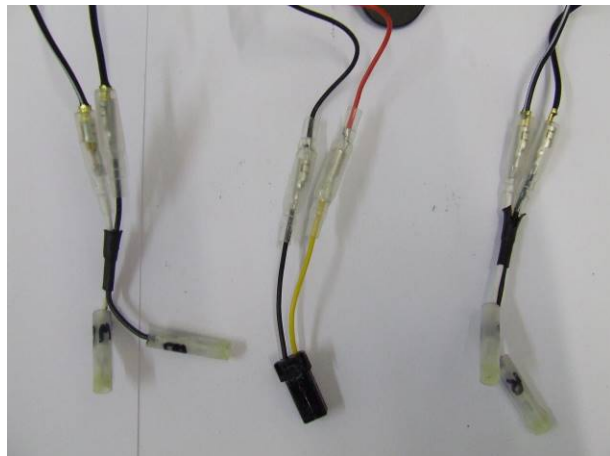

ABBILDUNG 7
- MONTIEREN SIE DIE KENNZEICHENBELEUCHTUNG (**ARTIKEL 11**) WIE IN **ABBILDUNG 5** ABGEBILDET. BITTE DIE MITGELIEFERTE VERBINDUNG (**ARTIKEL 8**) BENUTZEN WIE IN **ABBILDUNG 7** ABGEBILDET. DIE KABELFÜHRUNG IST WIE FOLGT:
- WENN SIE MINIBLINKER VERWENDEN, BENUTZEN SIE DIE MITGELIEFERTEN VERBINDUNGEN (**ARTIKEL 19**) WIE IN **ABBILDUNG 7** ABGEBILDET. DIE KABELFÜHRUNG IST WIE FOLGT: